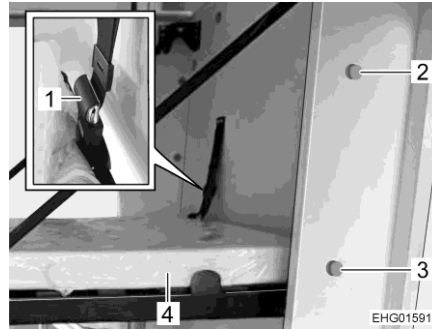

Fig. 92 Cama plegable
- Tirar del botón de desbloqueo superior (Fig. 92,2) y abatir con cuidado la cama plegable (Fig. 92,4) hasta que encaje en el bloqueo inferior en posición horizontal.
- Cerrar el cinturón de retención (Fig. 92,1) desde la pared lateral hasta la cama plegable.
- Tirar del botón de desbloqueo inferior (Fig. 92,3) y plegar con cuidado la cama hacia arriba. Asegurarse de que ninguna extremidad quede atrapada. La cama debe encajar en el bloqueo superior en posición vertical.